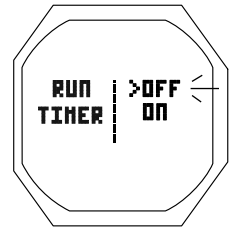

Fig. 107 - RÉGLAGE DU MINUTEUR
**RÉGLAGE DU MINUTEUR** : paramètres affichés (Fig. 107)